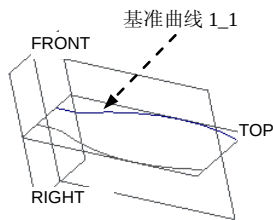

图 6.7.4 创建基准曲线 1_1
Step3. 镜像基准曲线 1，得到图 6.7.4 所示的基准曲线 1_1。
(1) 选择下拉菜单 **编辑(E) → 特征操作(O)** 命令，在系统弹出的菜单中选择 **Copy (复制)** 命令。